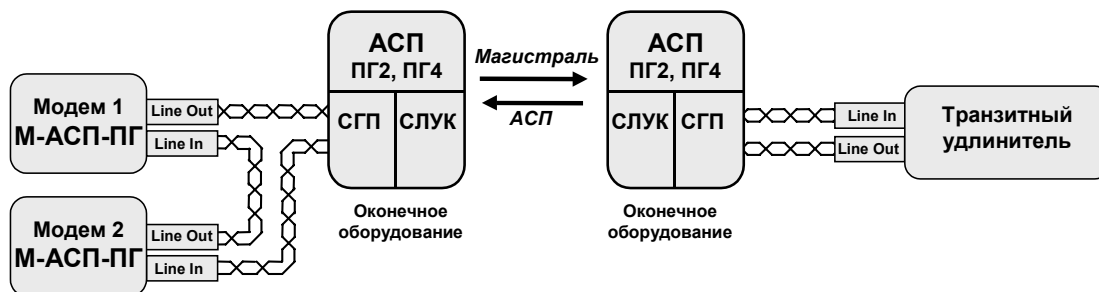

Рис. 10. Схема проверки работы модемов по шлейфу АСП
Если в структуре трассы не более одного транзита по ПГ (или одного НУП в однокабельной двухполосной 12-канальной системе), то можно провести тестирование работы двух М-АСП-ПГ, размещенных на одном из ее концов, выполнив подключение по схеме, приведенной на рис.10.
1. Соединить модемы в соответствии со схемой, приведенной на Рис. 10.
**ВНИМАНИЕ:** в приемнике модема 2 при преобладании в тракте импульсных помех, как это обычно имеет место, фиксируется удвоенное количество ошибок, по сравнению с ожидаемым при работе модемов, установленных на концах трассы, т.к. работа по схеме (Рис. 10) равносильна работе через тракт ПГ двойной протяженности.